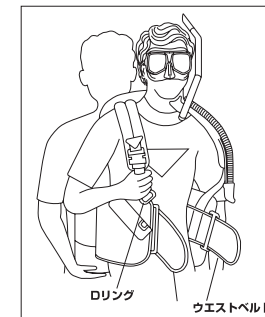

図 1 装着の際には、インフレーターホースの巻き込みに注意。
1. B.C.J. (スクーパーセット) を背負うときには、基本的にバディの手を借りて行って下さい。(図 1)